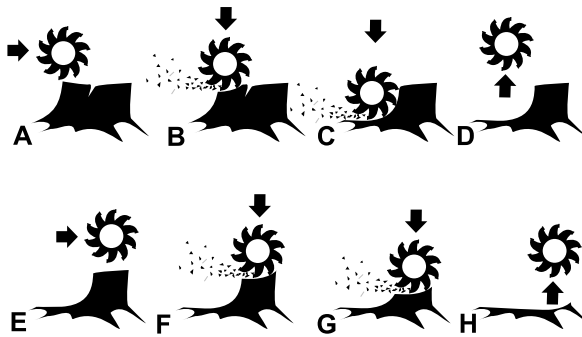

Figura 9
5. Mueva la rueda de corte hacia un lado (**Figura 8**), luego bájela aproximadamente 1 a 2.5 cm ($\frac{1}{2}$ " a 1") sobre la esquina superior delantera del tocón. Mueva la rueda de corte hacia un lado y otro, bajando la rueda de 1 a 2.5 cm ($\frac{1}{2}$ " a 1") aproximadamente antes de cada pasada, hasta que haya eliminado la parte delantera del tocón hasta el nivel del suelo (A – D en **Figura 9**).
7. Repita los pasos 5 y 6 hasta que haya eliminado el tocón por completo (E – H en Figura 9).